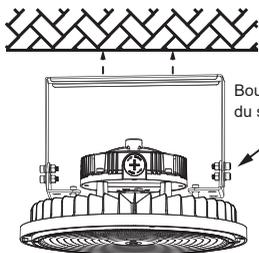

Figure 7
5. A l'aide des écrous fournis, installer le support de montage de l'étrier sur les vis d'expansion et serrer fermement les écrous. (Voir figure 7)